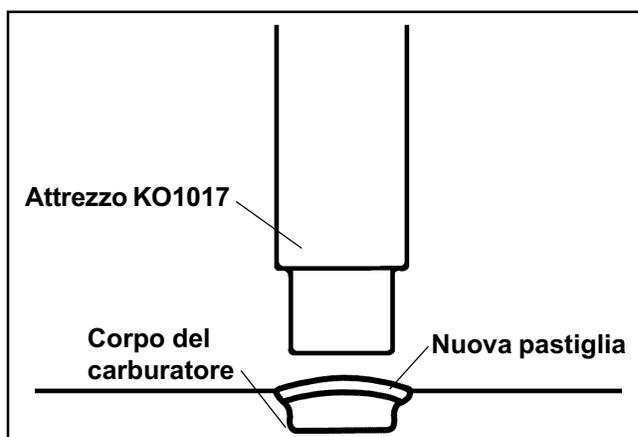

Figura 5-9. Installazione delle pastiglie.
3. Utilizzare l'estremità dell'attrezzo, grande circa come la pastiglia, per fissare la pastiglia. **Non** forzare la pastiglia sotto la superficie della cavità. Vedere Figura 5-9.